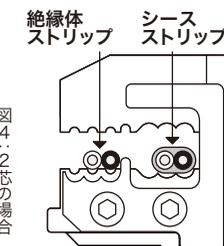

図4: 2芯の場合
- 2芯の場合、図4のようにセットしてください。(1.6mm、2.0mmとも同じ位置)